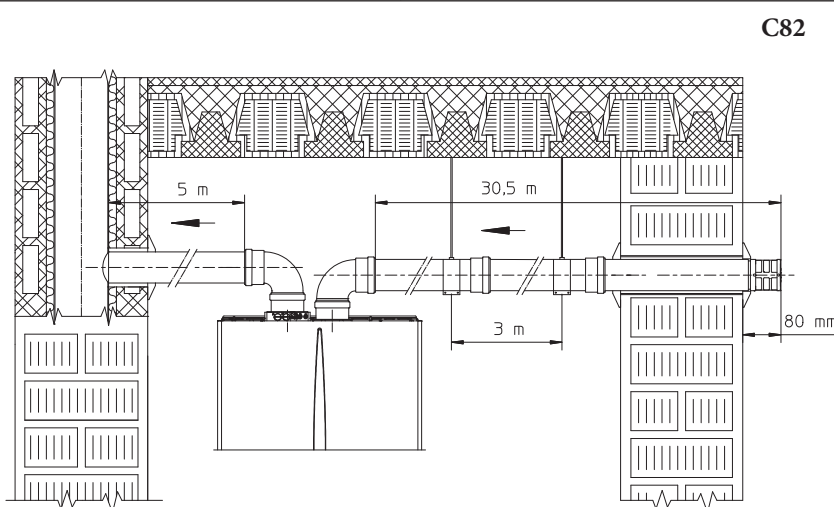

Fig. 1-26
- Perdita di temperatura nei canali da fumo. Per evitare problemi di condensa dei fumi nel condotto di scarico Ø 80, dovuti al loro raffreddamento attraverso la parete, è necessario *limitare la lunghezza del condotto di scarico a soli 5 metri* (Fig. 1-26). Se si debbono coprire distanze superiori è necessario utilizzare i tubi Ø 80 coibentati (vedi capitolo kit separatore Ø 80/80 coibentato).